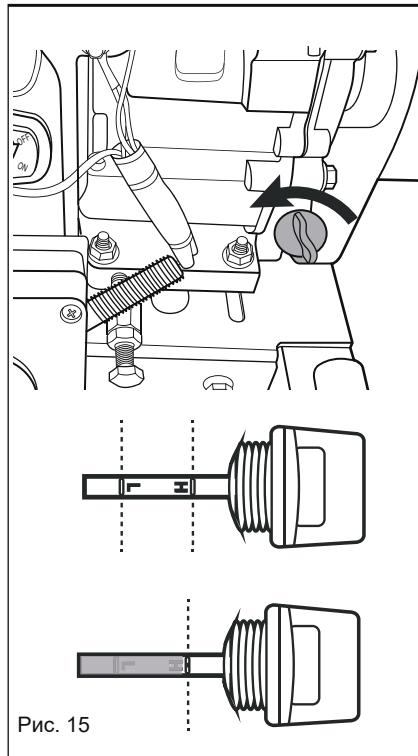

Рис. 15
2. Снимите крышку маслозаправочной горловины (6) и протрите маслозаправочный щуп чистой ветошью. Проверьте уровень масла, вставив щуп в заливное отверстие, не вкручивая его, а затем снова вынув его (рис. 15).
3. Если уровень масла ниже конца щупа, долейте (используйте воронку, не наклоняйте измельчитель древесины) до тех пор, пока уровень не достигнет отметки середины щупа (рис. 15). Используйте премиальное масло для 4-тактных двигателей. Рекомендуется масло SAE30 или 10W30 для большинства климатических условий Австралии.